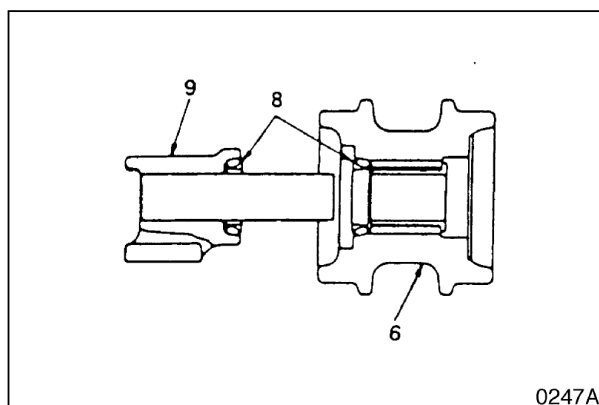

Рис. 47
2. Вставьте групповое уплотнение (8, рис. 47) в каток (6) и вкладыш.